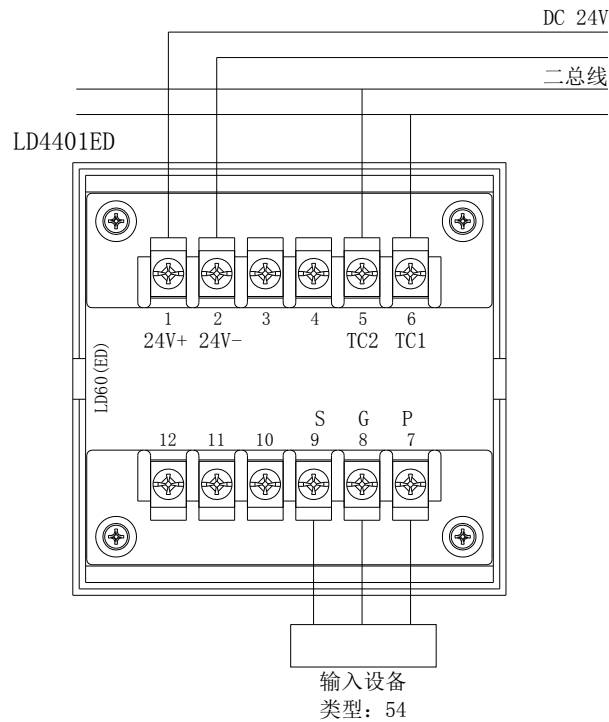

图 4-2
- ★ 接线：剪、剥导线后按照接线图和端子图将TC二总线和24V总线与相应端子正确连接，将配接设备与相应端子正确连接（具体接线参照图4-2、4-3接线图），配接4-20mA设备时必须更换LD4401ED的部分元件参数。